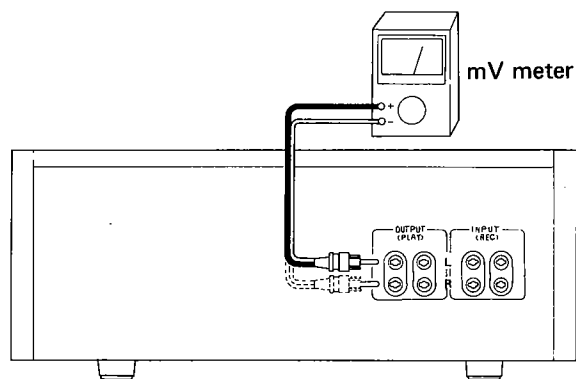

Fig. 19
9.1 HEAD AZIMUTH (PHOTO 1, Fig. 19)
9.2 PLAYBACK EQUALIZER (Fig. 19)